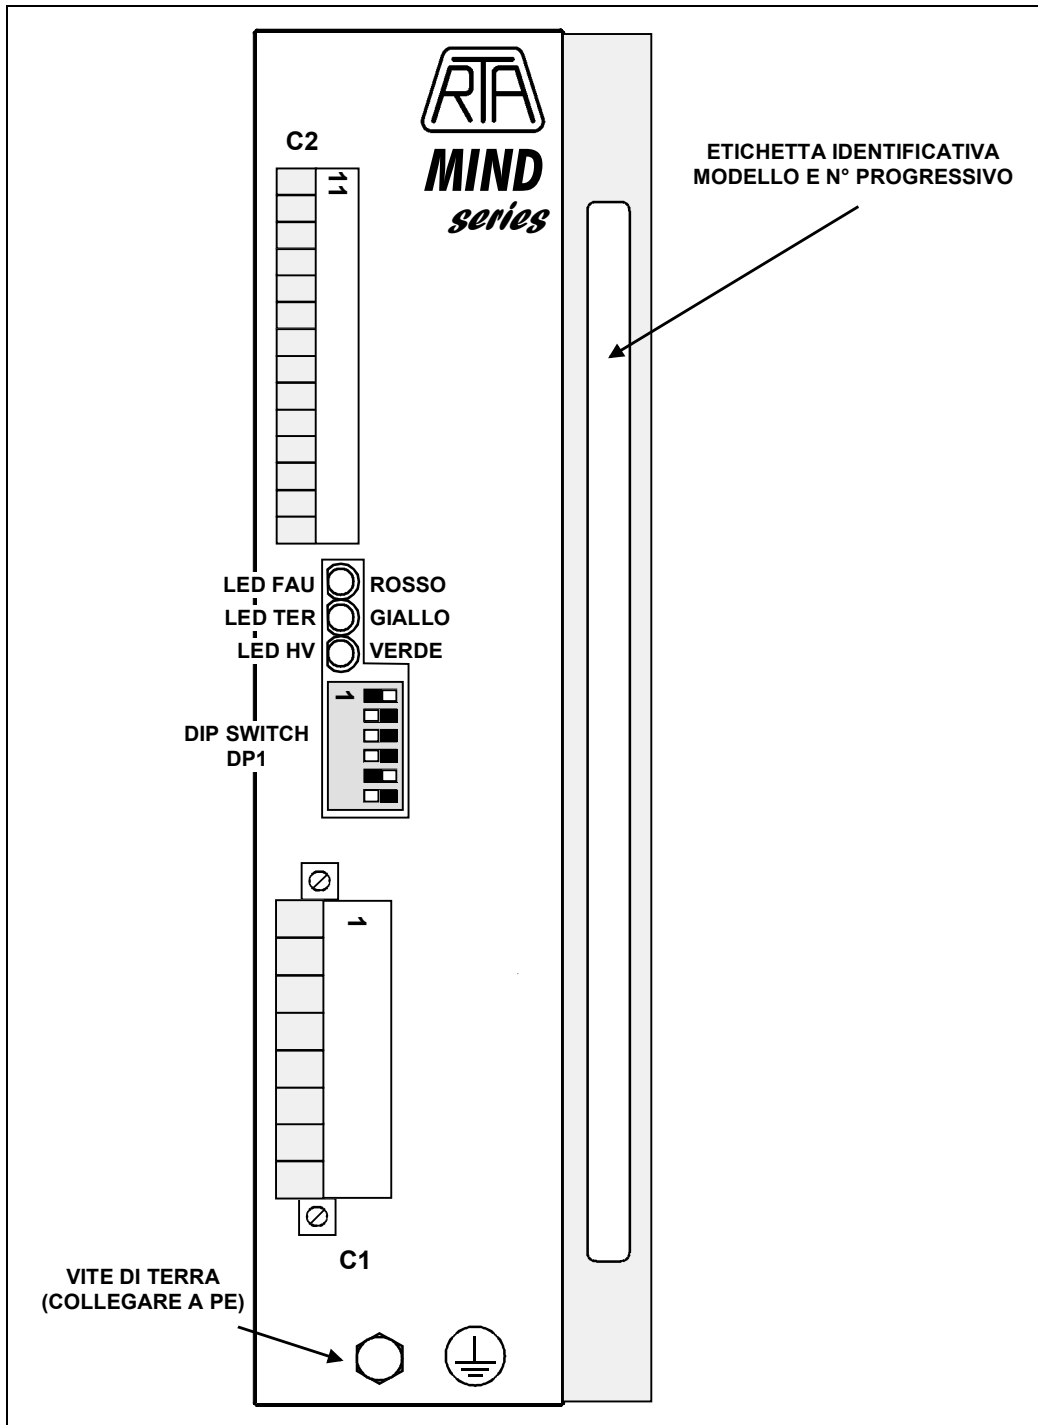

Fig. 4 – Dip-switches, led e connettori.
- 6.2- In fig. 4 è indicata la disposizione dei DIP-SWITCHES, dei LED di segnalazione, dei connettori e delle etichette sugli azionamenti della serie MIND B.